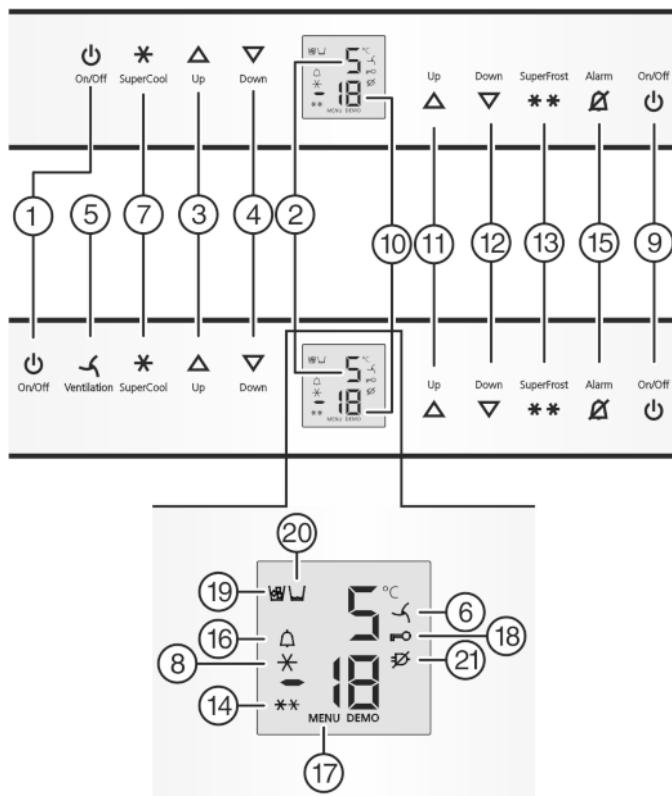

Fig. 2
- Нажмите кнопку On/Off морозильного отделения Fig. 2 (9).
- Нажмите кнопку On/Off холодильного отделения *Fig. 2 (1)*.
- ▷ Холодильное отделение включено: Индикатор температуры холодильного отделения *Fig. 2 (2)* светится. При открытии двери холодильного отделения включается внутреннее освещение.
- Активация режима настройки: удерживайте кнопку SuperFrost *Fig. 2 (13)* прилб. 5 секунд.
- ▷ Символ меню *Fig. 2 (17)* горит.
- Коротко нажмите кнопку SuperFrost *Fig. 2 (13)* для подтверждения.
- Для включения защиты от детей коротко нажмите клавишу SuperFrost *Fig. 2 (13)*.
- ▷ Символ "Защита от детей" *Fig. 2 (18)* горит. На индикации мигает **c**.
- Для выключения защиты от детей коротко нажмите клавишу SuperFrost *Fig. 2 (13)*.
- ▷ Символ защиты от детей *Fig. 2 (18)* гаснет. На индикации мигает **c**.
- Выход из режима настройки: нажмите кнопку On/Off морозильного отделения *Fig. 2 (9)*.
- Нажмите кнопку Alarm *Fig. 2 (15)*.
Одновременно мигает индикация температуры и символ тревоги *Fig. 2 (16)*.
Звуковой сигнал выключается автоматически, символ аварийного сигнала *Fig. 2 (16)* выключается и индикатор температуры перестает мигать, если температура снова становится достаточно низкой.